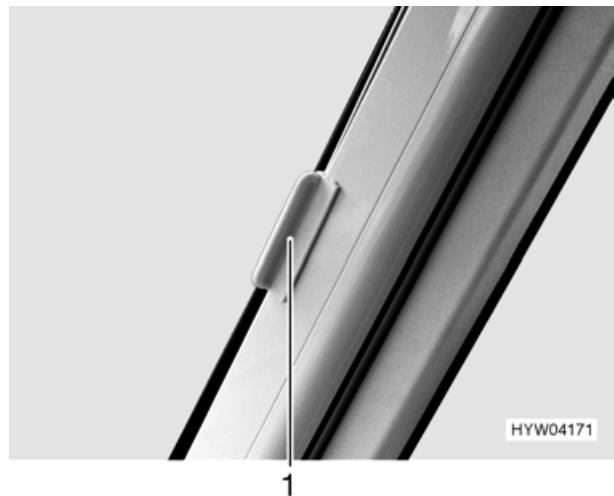

Fig. 17 Dispositivo di bloccaggio aggiuntivo per le tendine oscuranti pieghevoli sulla prua
- ▶ Durante la marcia le tendine oscuranti pieghevoli per il parabrezza, la finestra del guidatore e del passeggero devono essere aperte, bloccate e fissate tramite il dispositivo di bloccaggio aggiuntivo (Fig. 17,1).